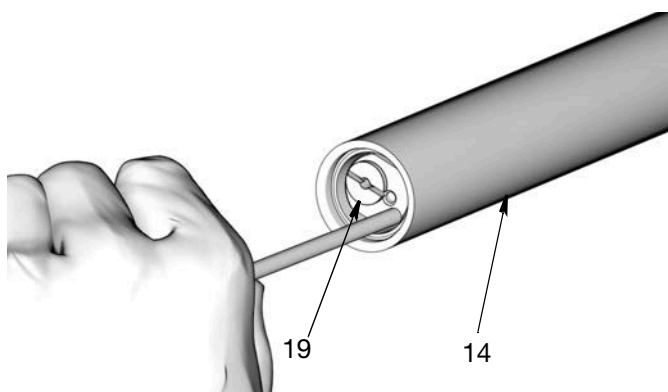

FIG. 27
23. Utilizzare un'asta lunga e liscia in alluminio o in ottone, senza bordi affilati e bave per spingere il gruppo valvola di ritegno (19) fuori dal tubo di uscita (14) (FIG. 27).